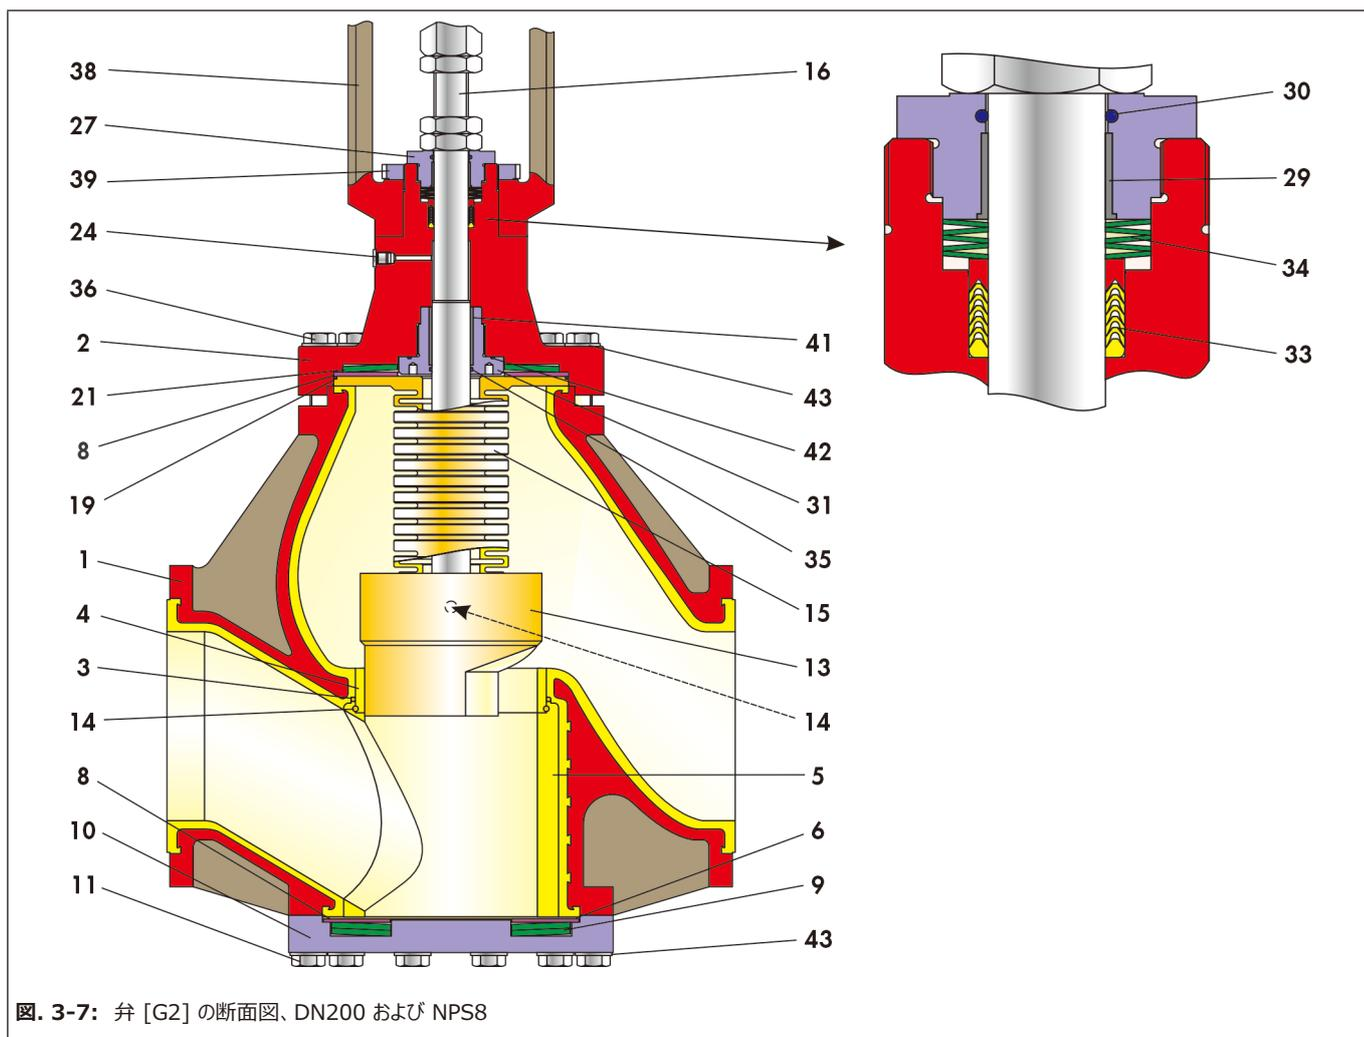

図. 3-7: 弁 [G2] の断面図、DN200 および NPS8
- ⇒ 皿ばね座金（9）を挿入します。皿ばね座金の位置については、図. 3-7 章を参照してください。
- ⇒ V リングパッキン（33）をベースリング、V リング、軸推力リングの順に、ボンネット（2）の位置決め穴に挿入します。パッキンリングの配置については、図. 3-7 を参照してください。
- ⇒ 皿ばね座金セット（34）を加工済みの穴に差し込みます。皿ばね座金の配置については、図. 3-7 を参照してください。
- ⇒ 皿ばね座金 (21)、軸推力ワッシャ (8)、Oリング (19) をボンネット (2) に挿入します。各構成部品の配置については、図. 3-7 を参照してください。
- ⇒ ねじ式プラグ (24) をねじ込みます。